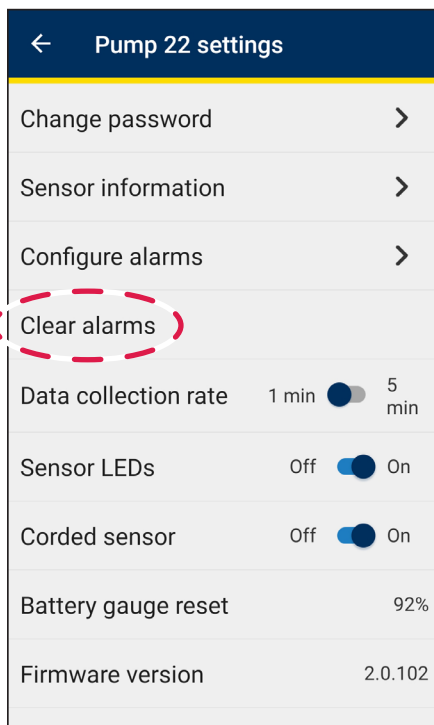

Abbildung 28
3. Wählen Sie **Alarme löschen** aus (siehe Abbildung 28).